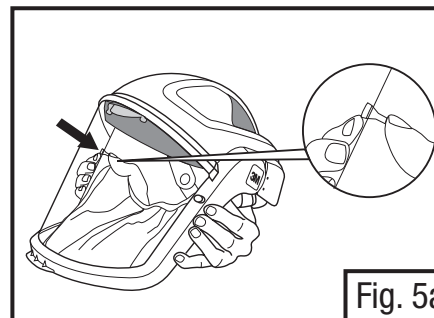
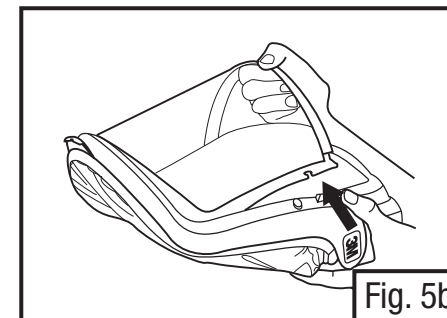

Fig. 5a
Fig. 5b
- Com a borda do visor na posição para baixo (M-100 e M-300), solte os botões do mesmo, puxando-os para fora pelo lado de dentro da borda de visor até se ouvir um “click” (Fig. 5a). Mova a borda do visor para a posição de cima (aberto) e puxe o visor para retirar da borda (Fig. 5b). Se estiver usando o M-400, pode ser mais fácil se a borda do visor estiver na posição para cima (aberto) para soltar os botões e remover o visor.
- Com o visor na posição em cima (aberto), instale um novo visor inserindo o mesmo na ranhura na borda, alinhando os entalhes no visor com os botões da borda do mesmo. Certifique-se de que o visor se encontra totalmente assente na ranhura (Fig. 5b).